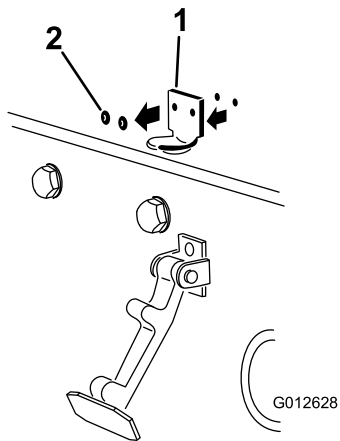

図 3
- フードラッチブラケットをフードに固定しているリベット2本を外す 図 3。フードからフードラッチブラケットを外す。